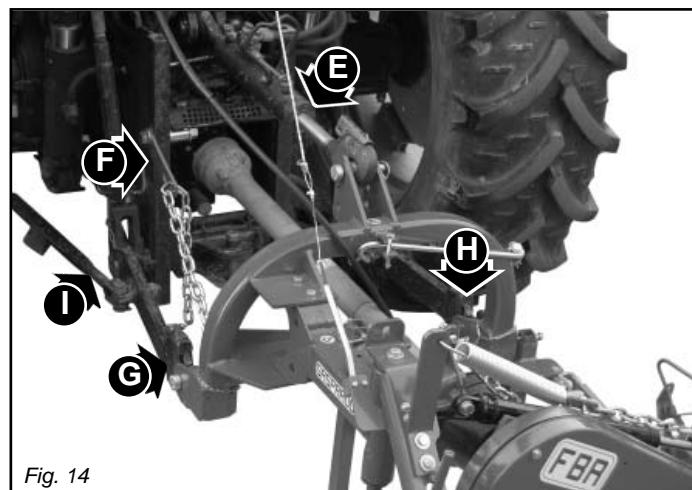
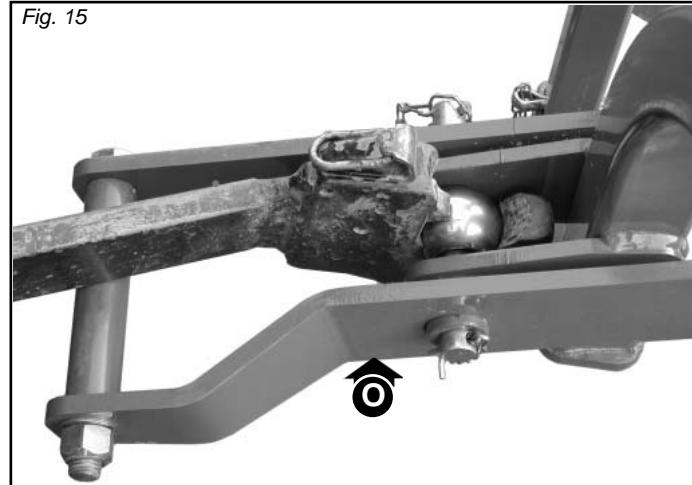

Fig. 14
Fig. 15
- 1 - Enganchar los brasos oscilantes del tractor en los pernos (G y H, Fig. 14). El brazo de levantamiento (O, Fig. 15) debe posicionarse debajo del brazo del tractor. Bloquear con los pasadores de resorte.
- 2 - Conectar el tercer punto superior y efectuar una correcta regulación con el tirante (E, Fig. 14). Posicionar la chapa (F, Fig.14) e la izquierda del tirante, solidario en el mítico pasador. Bloquear con los pasadores de resorte.
- 3 - Bloquear la barras del elevador con las respectivas cadenas y tensores (I, Fig. 14) paralelos en el tractor. Dicha operación es necesaria para evitar todo tipo de desplazamiento, en sentido horizontal, de la máquina.